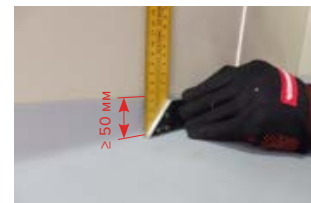

Рисунок 5.12. Заведение гидроизоляционного слоя с горизонтальной на вертикальную часть кровли при устройстве примыкания
**5.5.5.** В зоне выполнения примыканий к вертикальным частям кровли, необходимо предусмотреть заведение основного гидроизоляционного слоя на вертикальную часть на высоту не менее 50 мм, с целью последующего механического крепления с применением прижимной рейки (рис. 5.12).